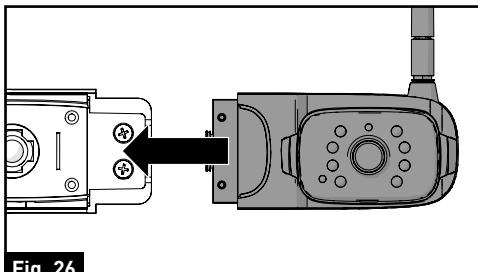

Fig. 26
6. Insérez la caméra avant ou arrière dans la base du feu et fixez-la avec les deux vis autotaraudeuses fournies. [Fig. 26 et 27]